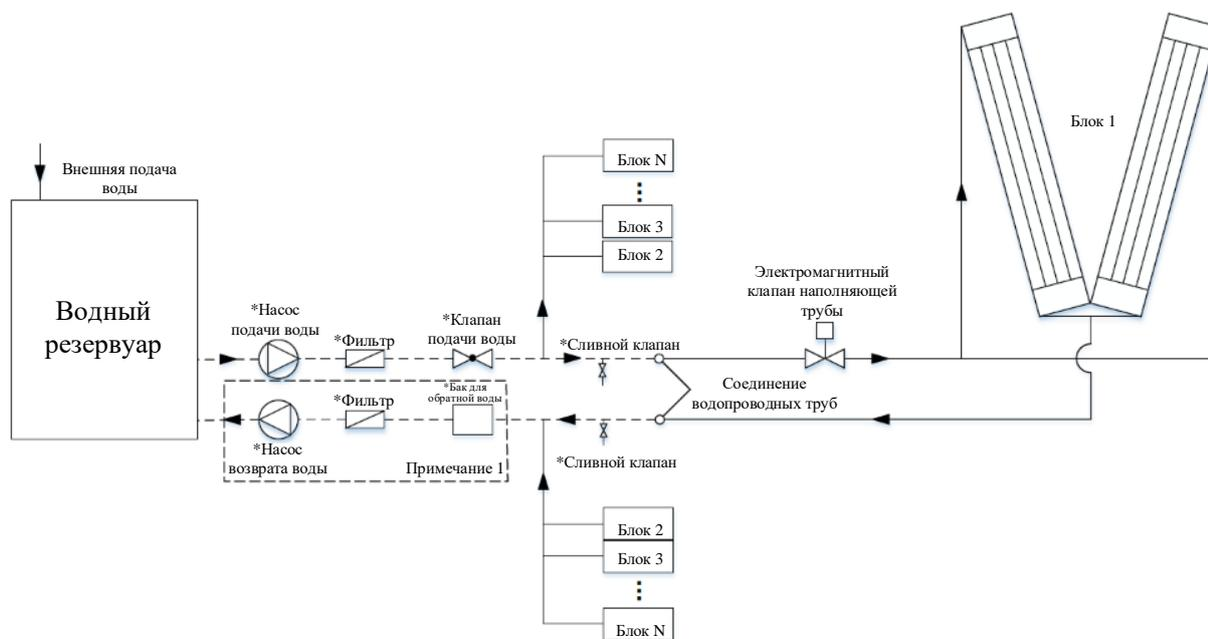

Рис. 2-2 Схема соединения труб системы испарительного охлаждения с мокрой пленкой (один к нескольким)
7. Примечание 1 на рис. 2-2 представляет собой рекомендуемое устройство для принудительного обратного потока. Обратная вода блока собирается в баке для обратной воды; при выполнении условий, необходимых для естественного обратного потока, комплектацию с данным устройством можно не использовать.